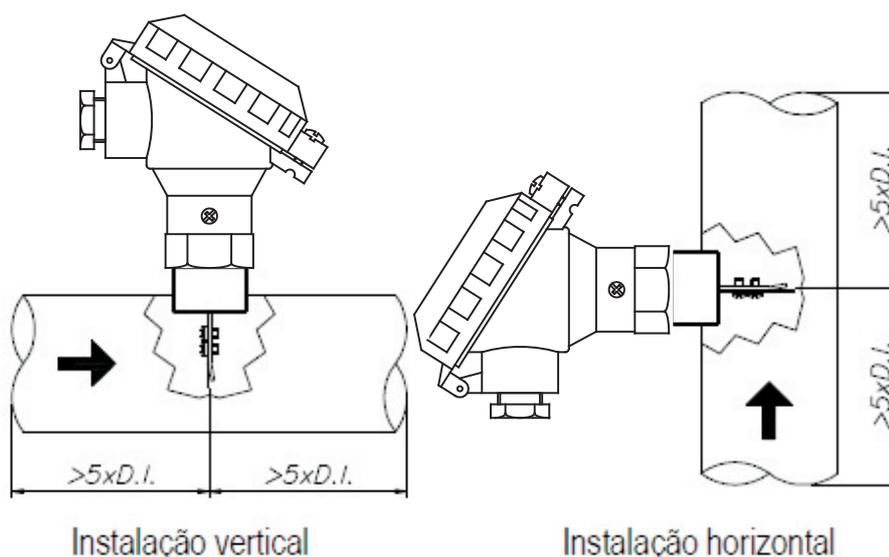

Fig. 6.1 – Instalação vertical (à esquerda)
- Certifique-se de que haja espaço para a instalação respeitando um trecho reto (antes e depois da conexão ao processo) equivalente a cinco vezes o diâmetro interno da tubulação ($5 \times D.I.$), conforme Fig.6.1.